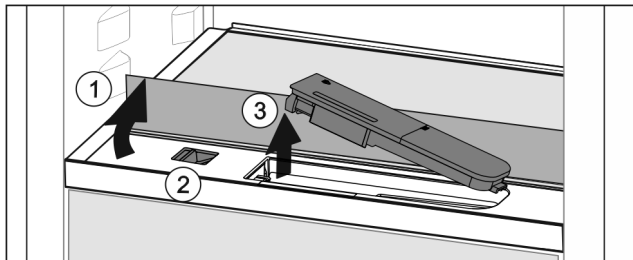

Fig. 134
- ▶ Stekleno ploščo dvignite in jo sklopite nazaj do omejevalnika Fig. 134 (1).
- ▶ Drsnik Fig. 134 (2) potisnite v levo.
- ▶ Odstranite rezervoar za vodo Fig. 134 (3).